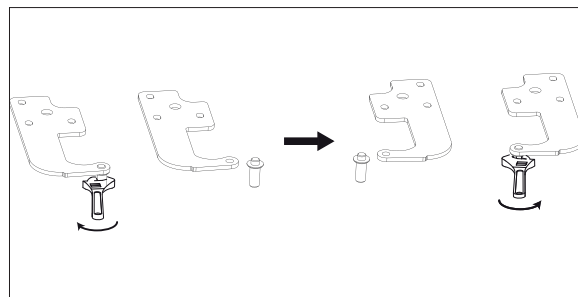

Abb. 12
- ▶ Entfernen Sie den Zapfen des oberen Scharniers (Abb. 12) mit einem 6er-Schraubenschlüssel und drehen Sie den Zapfen auf der gegenüberliegenden Seite wieder ein.